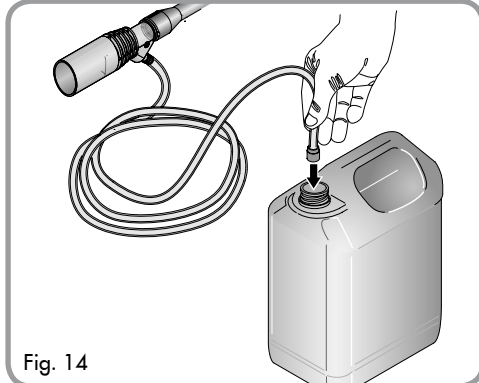

Fig. 14
4. Open a container of pressure washer detergent and insert the suction tube into the container all the way to the bottom. (Fig. 14)
4. Abra un recipiente de detergente para hidrolimpia-dora a presión. Introduzca el tubo de aspiración dentro del recipiente hasta el fondo (Fig. 14)